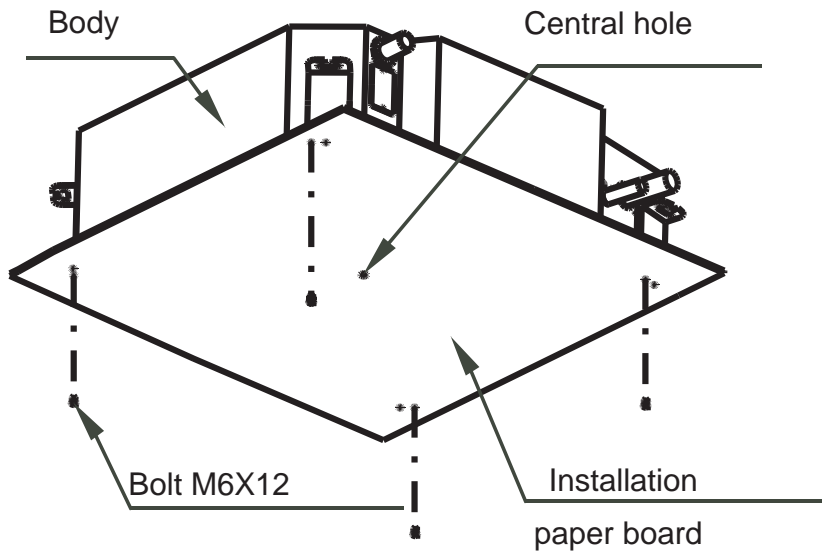
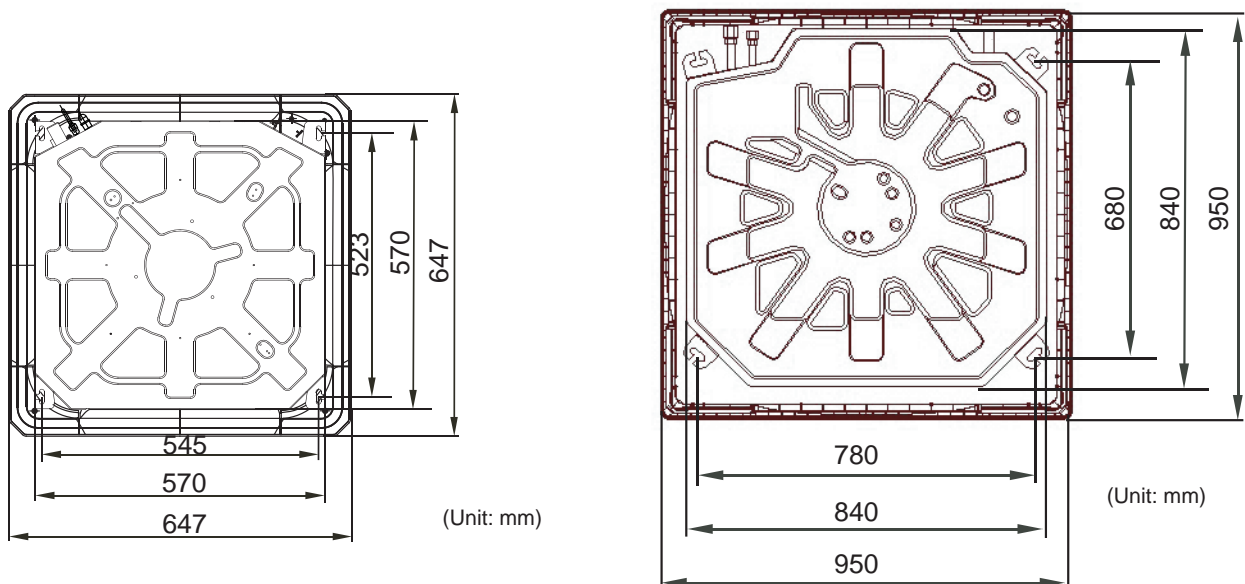

Abb.6
Abb.7
1. Benutzen Sie die Montagevorlage (mit dem Paneel geliefert) wenn Sie die Stelle des Aufhängebolzens bestimmen. In Abb. 6 und Abb.7 sehen Sie die Größenverhältnisse.